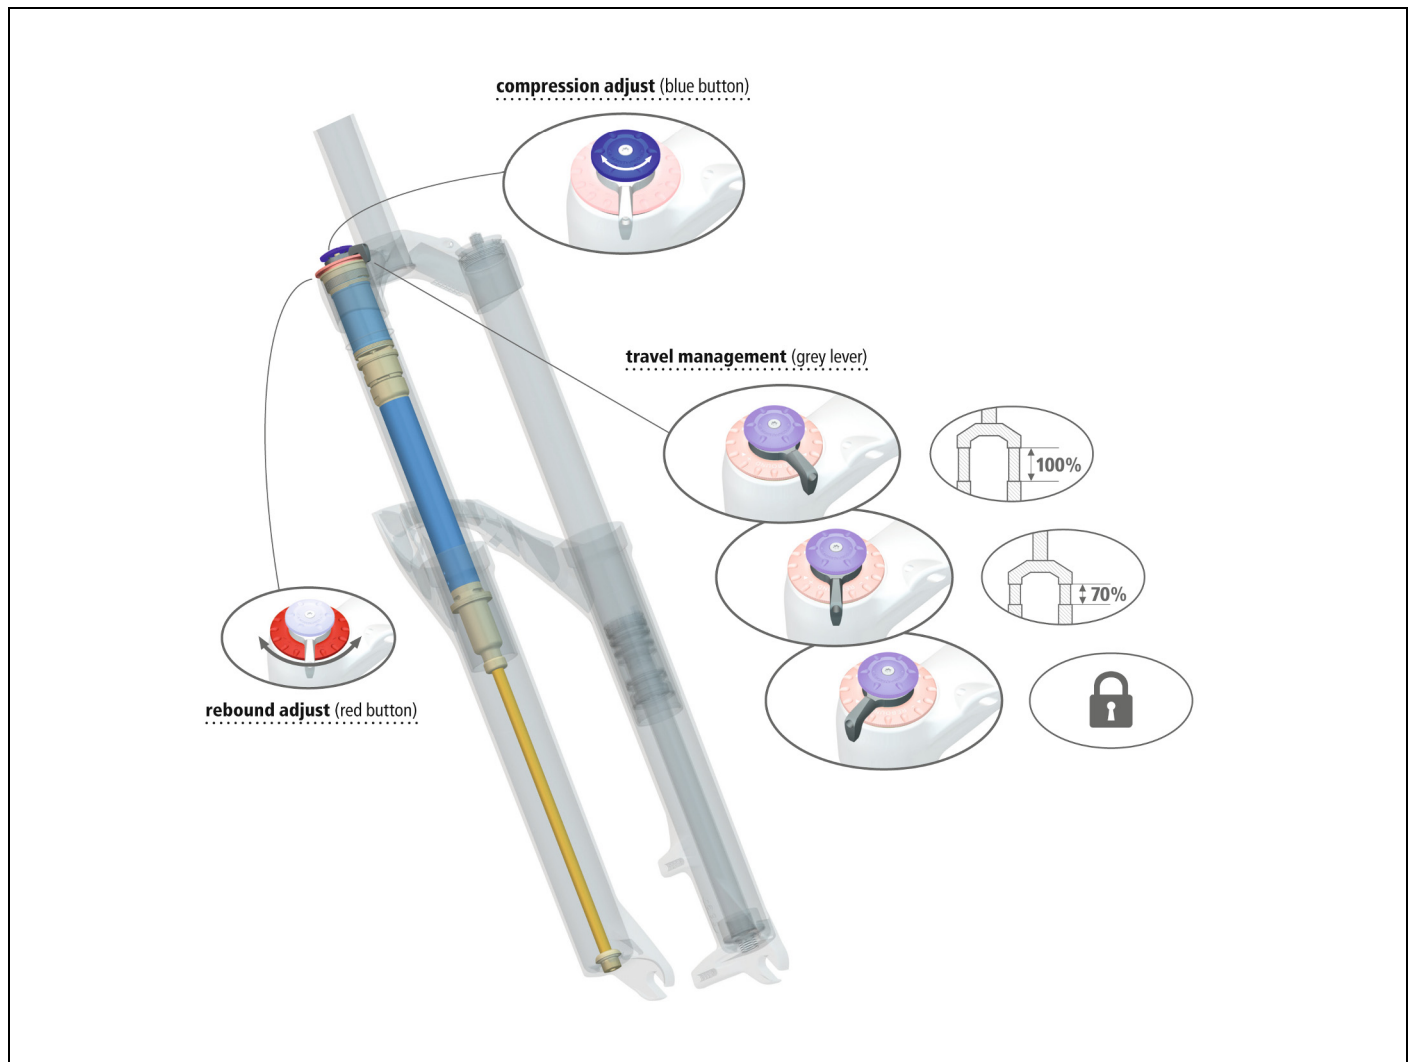
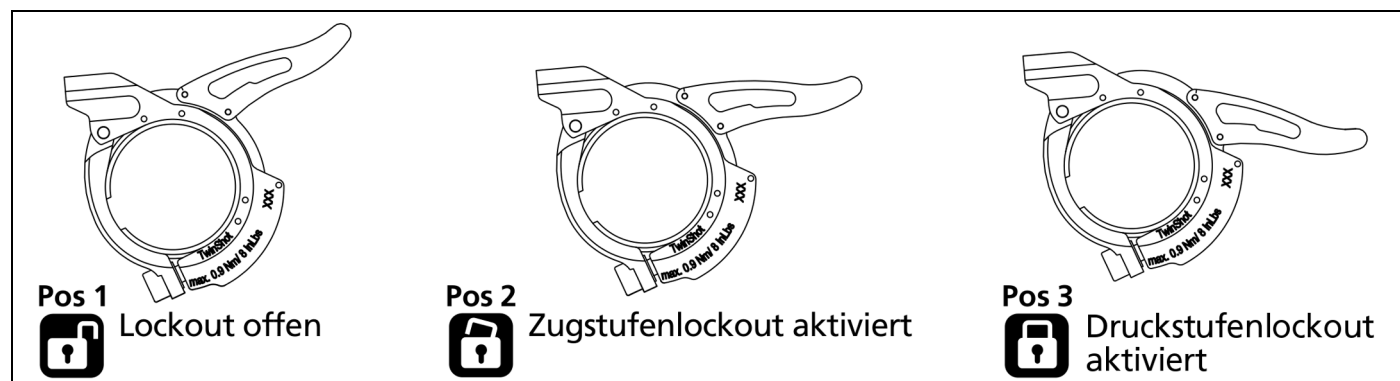
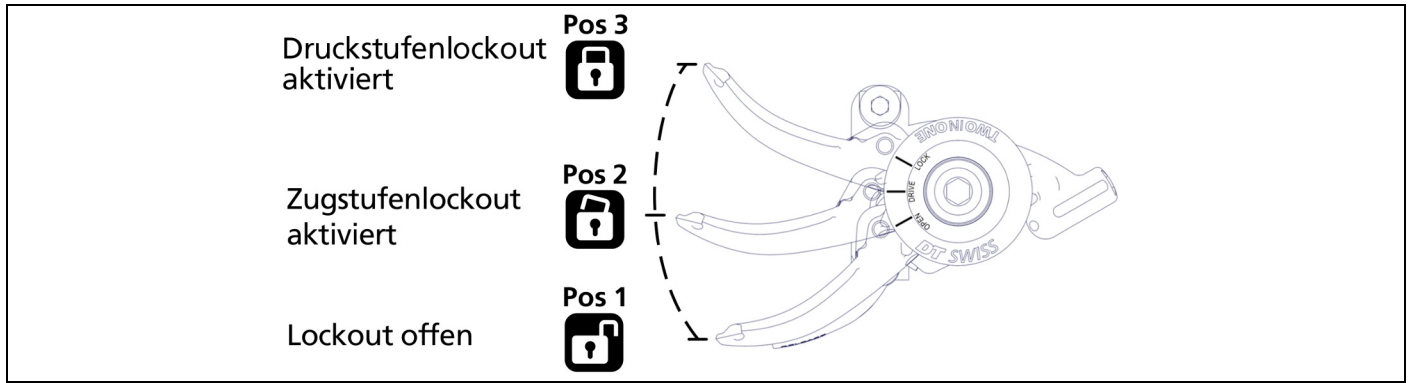

Abbildung 6-1: Twin Shot Dämpfung
Abbildung 6-2: Lightweight Remote-Hebel
Abbildung 6-3: Two In One Remote-Hebel
- Hebel (siehe Abb.6-1, S.24) in Pos. 1 drehen oder
- Remote-Hebel (siehe Abb.6-2, S.25 / Abb.6-3, S.26) in Pos.1 bringen.
Zum Einstellen der Zugstufe rotes Verstellrad (siehe Abb.6-1, S.24) auf dem rechten Gabelholm drehen.
Zum Einstellen der Druckstufe das blaue Verstellrad (siehe Abb.6-1, S.24) auf dem rechten Gabelholm drehen.
Durch Umlegen des Hebels (siehe Abb.6-1, S.24) von Pos 1 in Pos 2 wird zunächst das Zugstufen-Lockout aktiviert. Hierdurch wird ein Ausfedern der Federgabel verhindert. Die Federgabel senkt sich bei Belastung des Vorderrads dauerhaft bis zu einem Drittel des Federwegs ab und fährt bei weiterer Belastung immer wieder auf diesen Wert zurück.
Durch Umlegen des Hebels (siehe Abb.6-1, S.24 / Abb.6-3, S.26) von Pos 2 in Pos 3 wird zusätzlich das Druckstufen-Lockout aktiviert. Dadurch wird die Federgabel in der aktuellen Position blockiert.
1. Aktivierung des Zugstufen-Lockout: Remote-Hebel in Pos 2 (siehe Abb.6-2, S.25 / Abb.6-3, S.26) drücken.
1. Remote-Hebel in Pos 1 (siehe Abb.6-2, S.25 / Abb.6-3, S.26) drücken.